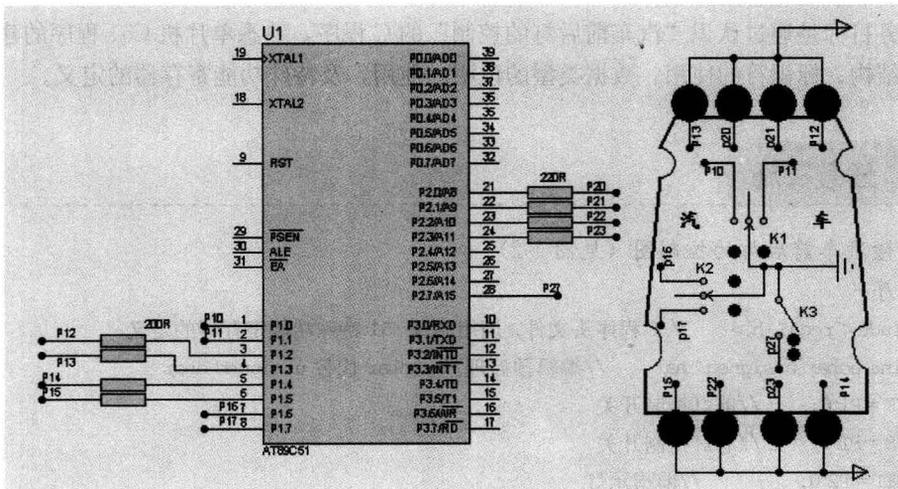

图 1-1 汽车灯的控制
(1) 发光二极管是常用的输出指示器件, 通常用于系统的运行状态及数据信息。如图 1-1 所
(1) 在 PROTUES 环境下打开光盘中的“项目一”文件夹中的“P1.DSN”文件,进入如图 1-1 所示的界面。
(2) 单击界面左下方播放器的“Play”按钮,然后分别拨动开关 K1、K2 和 K3,仔细观察电路图及运行结果,记录所看到的运行过程。
(3) 如何才能实现汽车灯的控制呢?